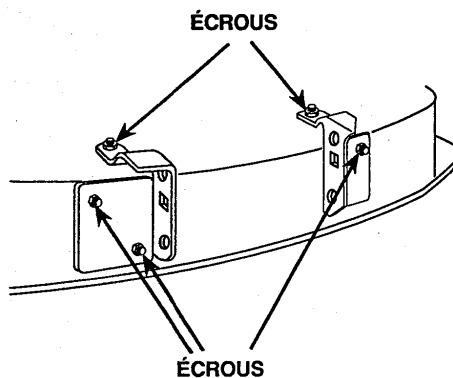

FIGURE 2
2. En utilisant une clé de 1/2 po., retirez les écrous qui fixent les supports à l'avant de la plate-forme de tonte (Fig. 2). Gardez les écrous pour l'usage dans l'étape 3.